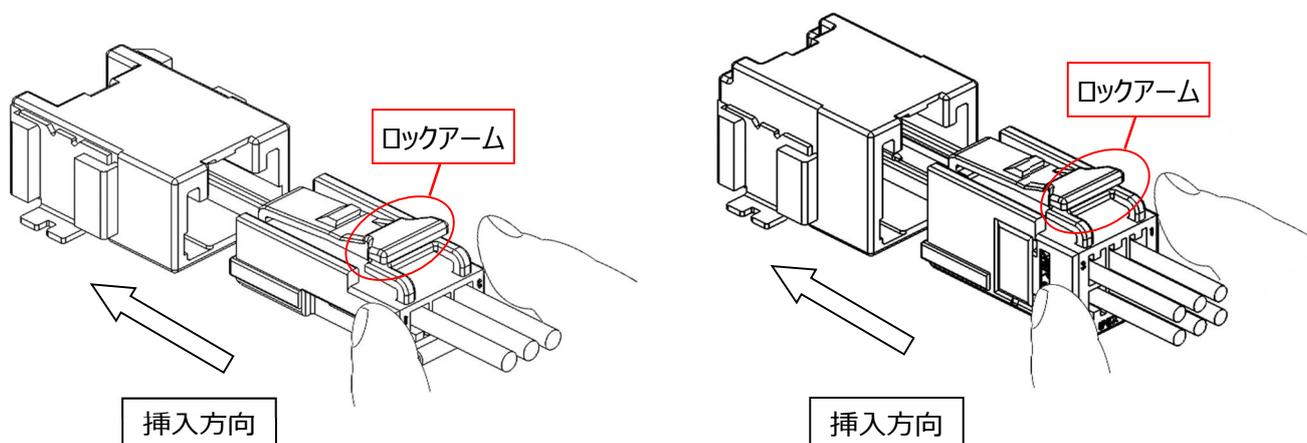

図 48.メスコネクタ挿入方向
- ①二次係止部・リテーナ装着作業が完了しているメスコネクタを、**図 48** に示す方向でカチッと音がするまでまっすぐ押し込んでください。メスコネクタ挿入の際は中途挿入防止の為、ロックアーム部分に触れずに押し込んで下さい。
- ②メスコネクタ挿入後、メスコネクタを軽く引っ張り、メスコネクタがロックされているかどうか確認して下さい。